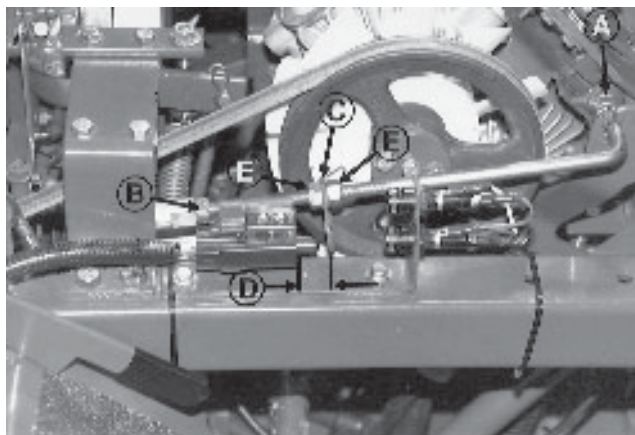

Fig.12
H - EINRÜCKSTAB DES ANTRIEBS - RIEMENSPEANUNG (Abb.12)
I - ANTRIEBSSCHALTER (Abb.12)
J - POSITION DES ANTRIEBSHEBELS (Abb.12 & 13)
2. Rücken Sie den Antrieb aus. Der Antriebshebel sollte in Richtung des Fahrers gezogen werden, bis der Antriebsriemen anhält, und der Hebel in der hinteren Position bleibt. Nehmen Sie die Einstellung bei den Punkten "B" Abbildung 12 und "A" Abbildung 13 vor. Damit wird der Mitteleanschlag eingestellt, so daß der Antrieb ausgerückt ist, und der Hebel nach hinten zeigt.